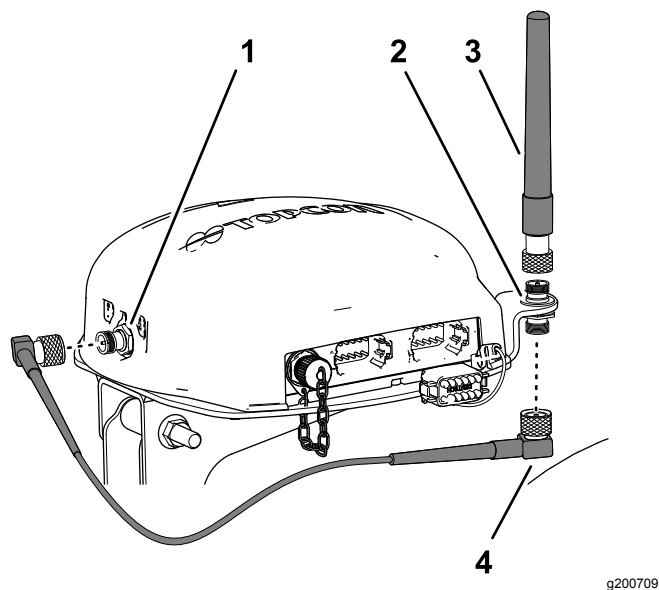

图160
3. 将 RTK 天线组装到同轴耦合器的上接头然后用手拧紧天线的滚花螺母图160。
4. 将天线电缆松松地安装到同轴耦合器的下接头图160。
5. 将电缆绕过导航接收器的后部连接到 CDMA 或 GSM 蜂窝调制解调器的同轴连接器上图160。
6. 将天线电缆连接到 CDMA 或 GSM 蜂窝调制解调器的同轴连接器上图160。